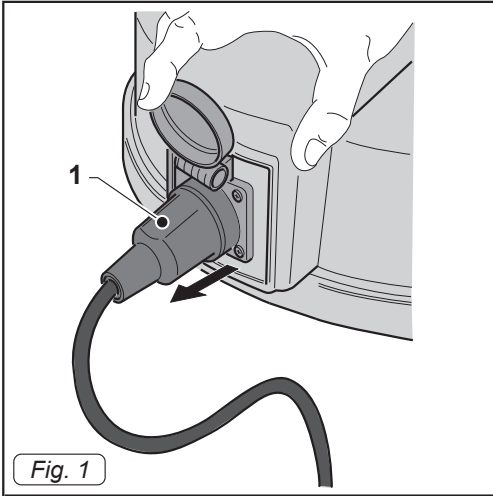

Fig. 1
- Quite el tapón (1 Fig. 1) de alimentación de la bomba de evacuación.
- Insertar la clavija (1 Fig. 1) en el zócalo.
- Colocar el enchufe (19 Fig. 12) en la toma de corriente y controlar que el enchufe (1 Fig. 1) de alimentación de la bomba de evacuación esté conectado correctamente.
- Desconectar el enchufe (1 Fig. 1) de alimentación de la bomba de evacuación.